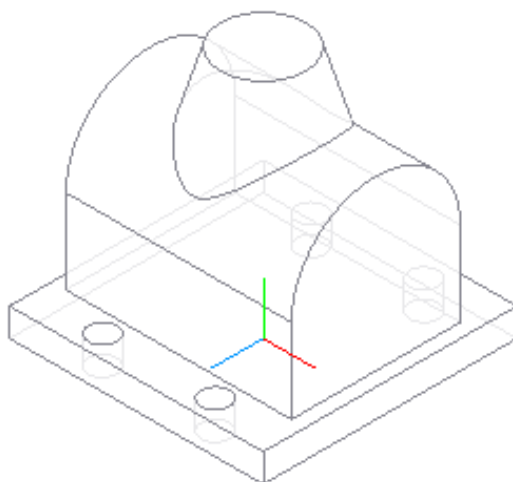

Рисунок 7.28 – Построение кинематического элемента
6. Применяем к эскизу команду  **Приклеить вращением**. Способом построения должен быть **Сфероид**, а на вкладке **Тонкая стенка** установлен вариант **Нет**. Результат показан на рис. 7.28.